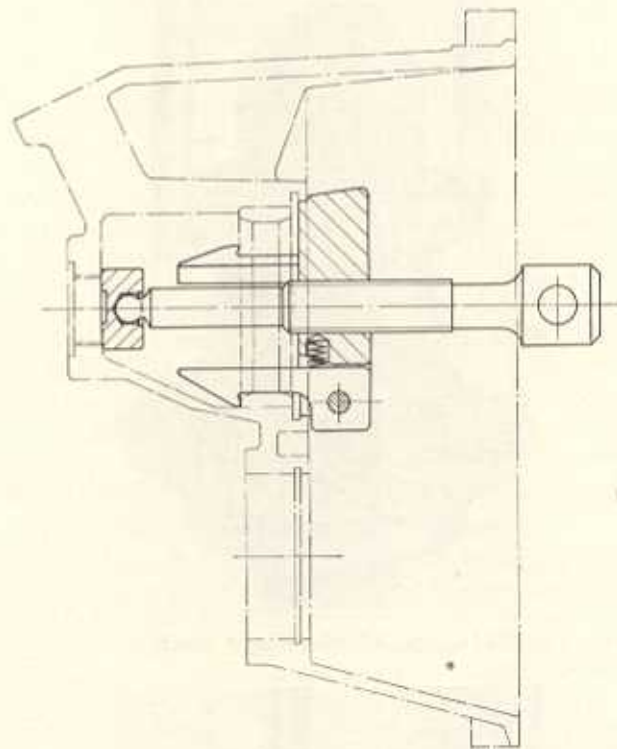
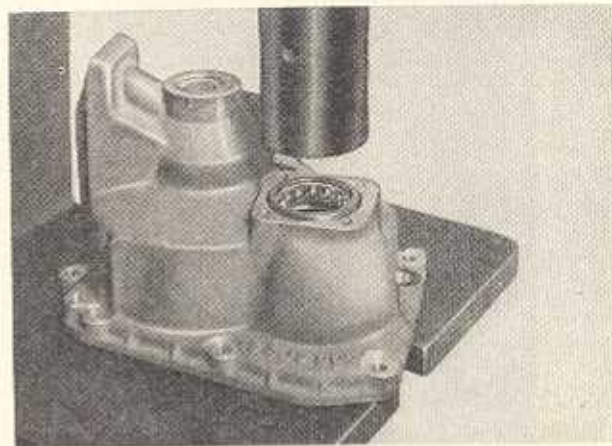

Bild G 116. Rollenlager-Außenring abziehen
Bild G 117. Schrägkugellager-Außenring einpressen
1. Zwei Sicherungsringe mit Hilfe einer Sicherungsringzange herausnehmen. Rollenlager-Außenring N 206 mit dem Abzieher W-420 936 herausziehen (Bild G 116) und Schrägkugellager-Außenring QJ 205 herauspressen (Bild G 117).